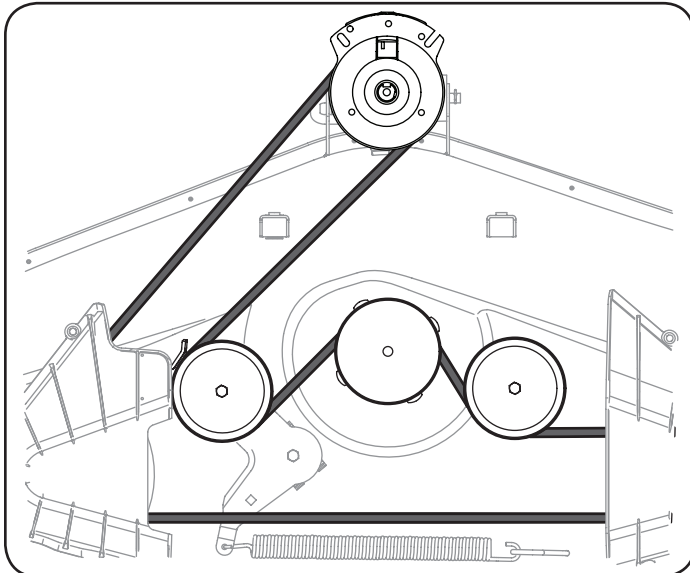

Figura 26
- Coloque la correa nueva como se muestra en la Figura 26.